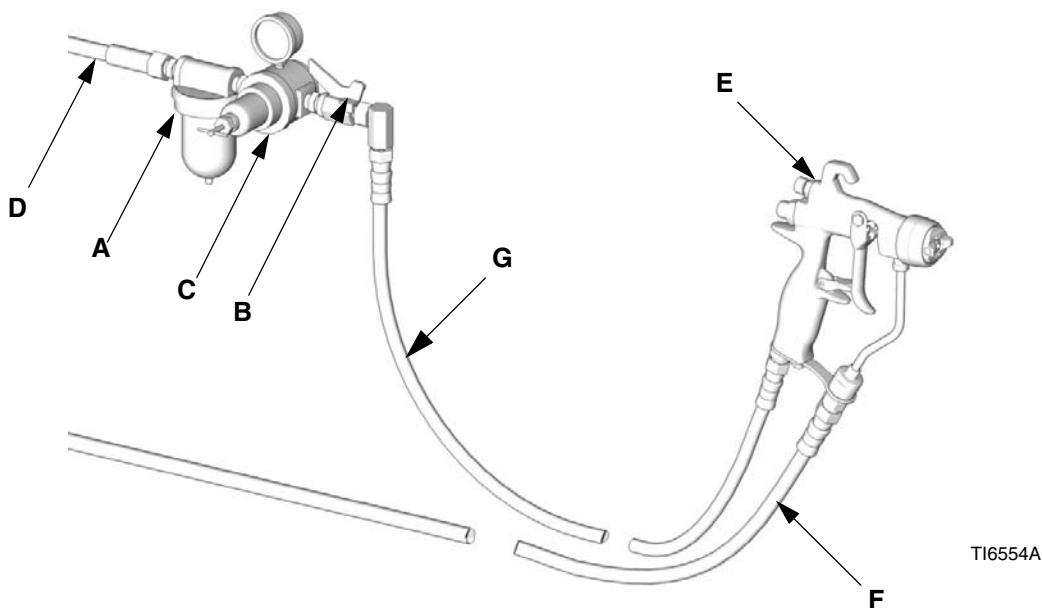
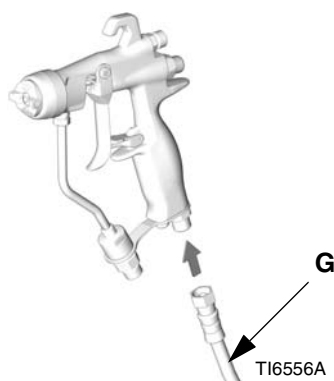

FIG. 1: Typisk montering, (modell G15 vises)
FIG. 2
**MERKNAD:** Typisk installasjon vist i FIG. 1 er bare en veileder for å velge og installere lufttrykks-assisterte sprøytesystemer. Ta kontakt med din Graco-distributør for hjelp med å lage et system som er tilpasset dine spesielle behov.
1. Sett inn et luftfilter (A) på pistolens luftslange for å sikre tørr, ren lufttilførsel til pistolen. Skitt og fuktighet kan ødelegge sluttresultatet på verket ditt. Se FIG. 1.
2. Installer en lufttrykksregulator (C) på pistolens luftslange for å kontrollere lufttrykket til pistolen.
3. Installer en luft avstegningsventil (B) på pistolens luftslange og på pumpens luftslange, for å skru av lufttilførselen til pistolen.
5. Koble luftslangen (G) til pistolens luftinntak (1/4 npsm). Se FIG. 2.